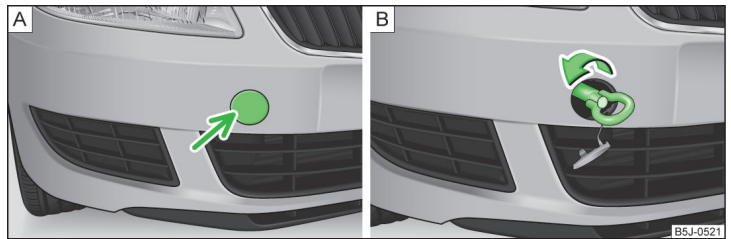

Abb. 151 Ausbau der Abdeckkappe / Einbau der Abschleppöse
- ▶ Auf die linke Hälfte der Abdeckkappe im Pfeilbereich drücken » Abb. 151 - A.
- ▶ Die Abschleppöse von Hand nach links bis zum Anschlag einschrauben » Abb. 151 - B. Für das Festziehen empfehlen wir, z. B. den Radschlüssel, die Abschleppöse eines anderen Fahrzeugs oder einen ähnlichen Gegenstand zu verwenden, der durch die Öse gesteckt werden kann.